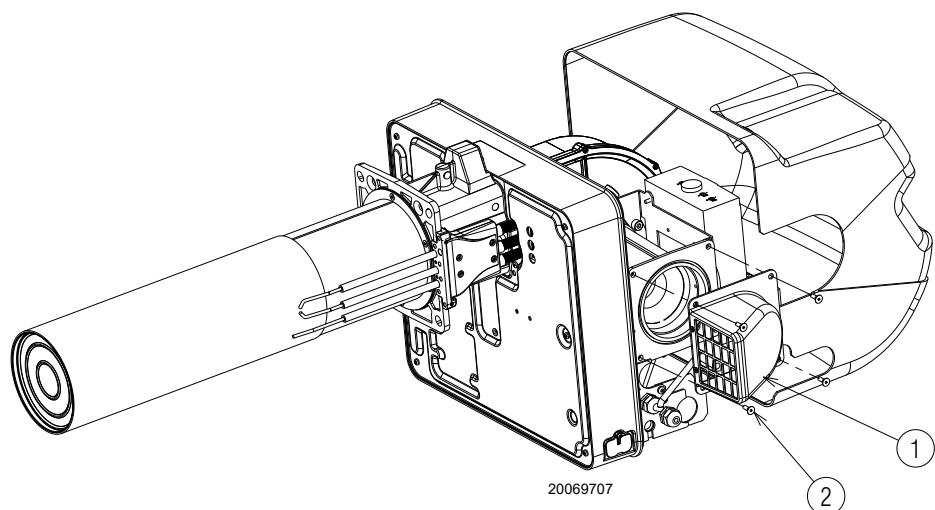
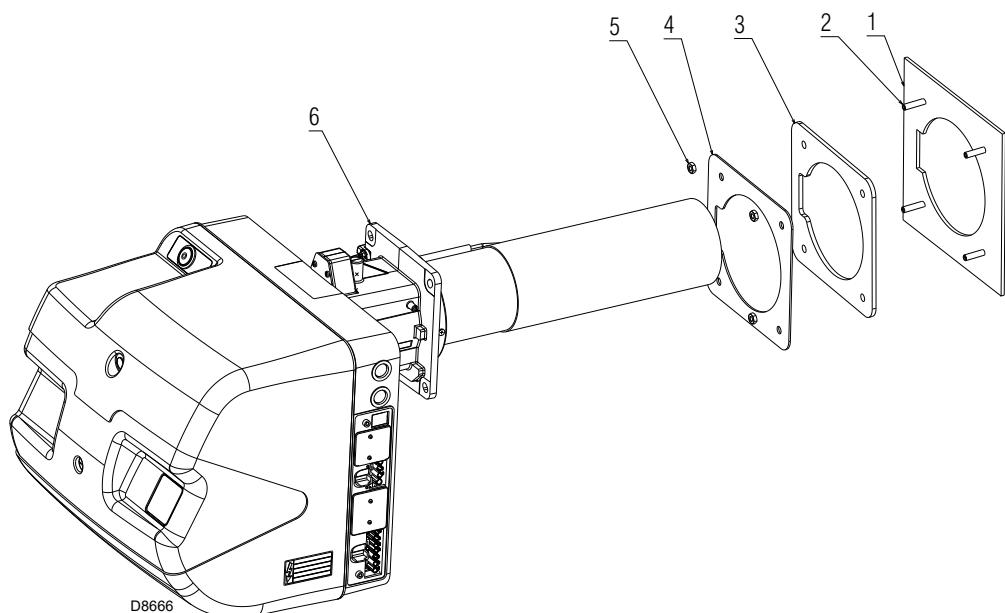

Fig. 17
Fig. 18
- Visser les goujons 2)(Fig. 18) à la plaque 1).
- Fixer la bride 2)(Fig. 17) à la plaque de la chaudière et visser les écrous 5)(Fig. 18).